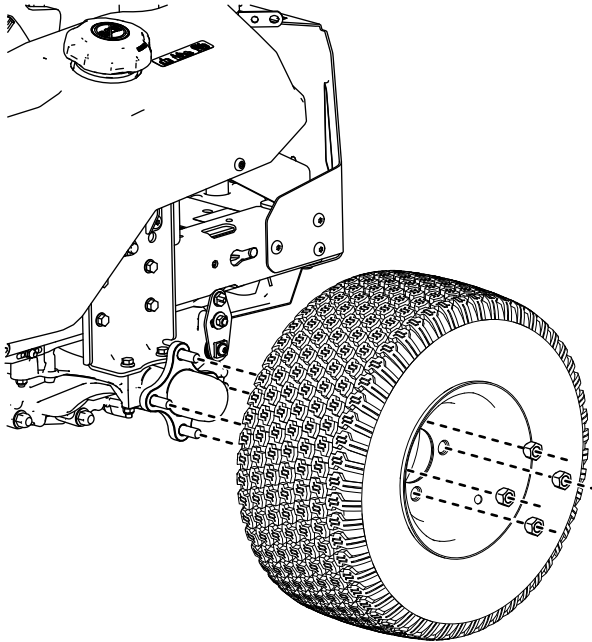

Bild 2
7. Entfernen Sie die Hinterräder, wie in **Bild 2** dargestellt.